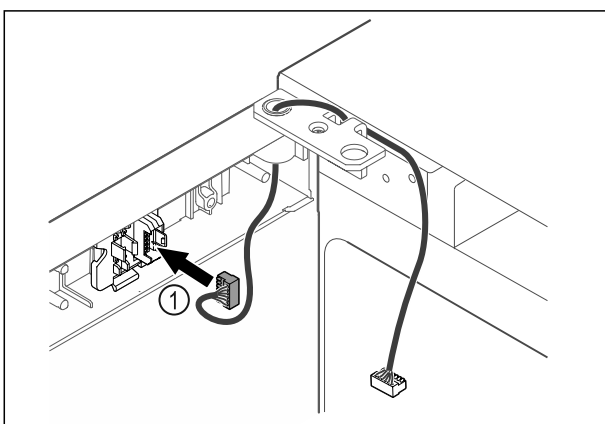

Fig. 59
- ▶ Zasuňte zástrčku Fig. 59 (1) do držáku zástrčky.